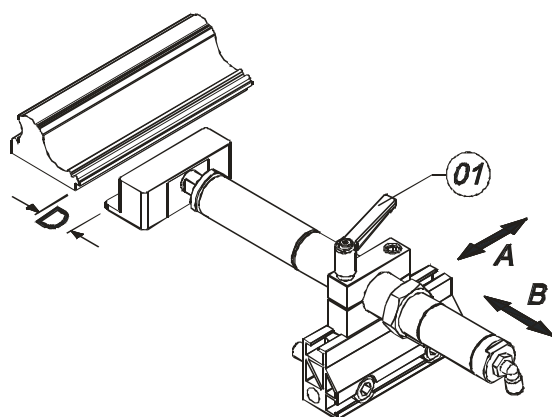

Figura 06
Conforme figura 06, coloca-se o perfil entre a régua e a morsa de forma que haja uma distância "D" menor que 10 mm entre eles, com a morsa desacionada.
A regulagem é feita através da manopla, figura 06 (01). Libera-se a morsa para que este possa movimentar-se nos sentidos das setas "A" e "B", desta forma podemos aproximar a morsa do perfil a uma distância "D" menor que 10 mm. **OBS:** Existe um parafuso que limita o deslocamento do conjunto em direção ao centro da mesa da máquina. Este parafuso não deve ser retirado, pois, corre-se o risco da lâmina se chocar com os componentes da morsa.